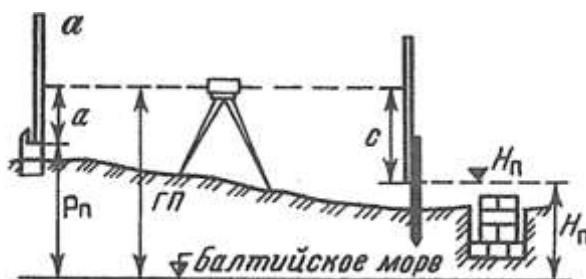

Рис. 1. Схема разбивки и контрольных высот фундамента
5. Выставьте проектную высоту верха фундамента на обноске (рис. 1), если высота репера  $P_n = 50,737$ , отсчет по рейке  $a = 0221$ , проектная высота фундамента  $H_n = 49,237$ .